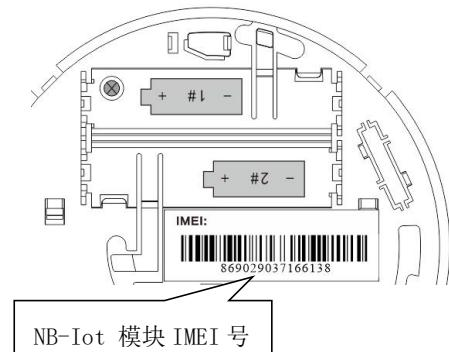

图3: 电池安装位置图
(1) 两节3V锂电池, 同时按电池极性指示安装到1#和2#电池仓里, 注意两节锂电池并联使用时, 必须是同一规格型号, 而且电量相近的(见图3);
(2) 一节3V锂电池, 按电池极性指示安装到1#电池仓(见图3)。
参照具体的数据平台要求对设备进行绑定和操作。报警器标签上有唯一的设备 IMEI 号用于物联网连接时的身份信息（见图 3）。